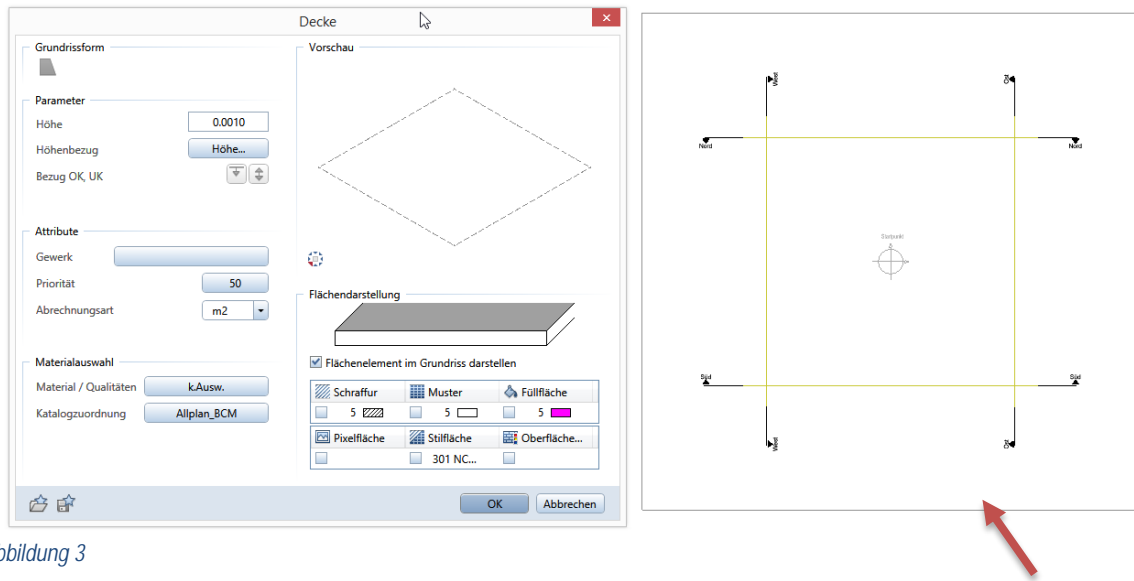

Abbildung 3
6. In BWS Ableitungen: TB Gelände aktivieren, TB vorhandenes Gelände als Quell-TB zuweisen und Einstellungen der Verdeckt-Berechnung vornehmen (Abbildung 3+4)